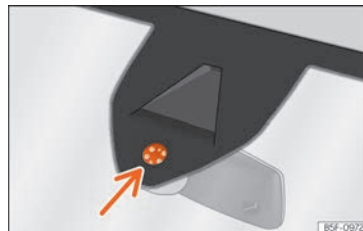

Abb. 103 Sensitive Fläche des Regensensors.
Mögliche Ursachen für Störungen und Fehlinterpretationen im Bereich der sensitiven Fläche » Abb. 103 des Regensensors sind u. a.:
- Sensitive Fläche des Regensensors regelmäßig reinigen und Wischerblätter auf Beschädigungen prüfen » Abb. 103 (Pfeil).